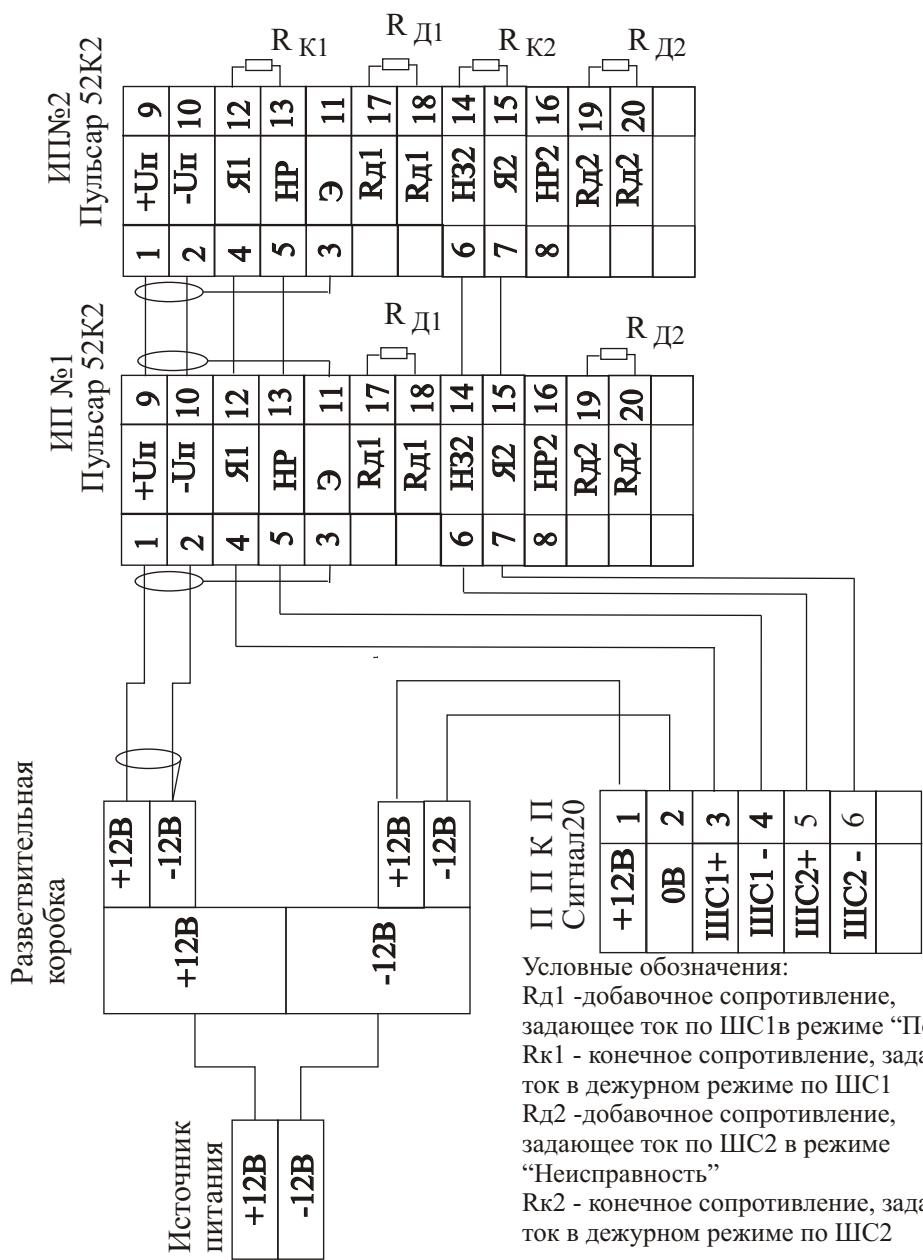

Рис. 7. Схема подключения извещателей “Пульсар 52К2(В,Д)” с выдачей сигнала “Неисправность” в разные ШС на примере ППКП “Сигнал20”.
2.2.12 Подключить к клеммным колодкам поз.3 входные и выходные шлейфы пожарной сигнализации в соответствии с рис. 5, рис.7, рис.9 и таблицами 6,7,8 в зависимости от модификации, пропустив их через сальниковые вводы поз.4.